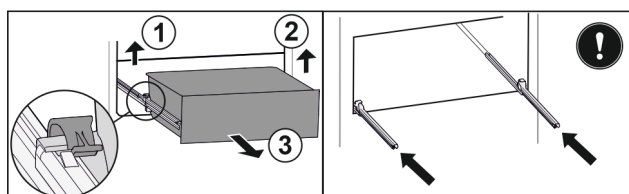

Fig. 134
- Linke Klemme anheben und gleichzeitig Schubfach links nach vorne ziehen. Fig. 134 (1)
- Rechte Klemme anheben und gleichzeitig Schubfach rechts nach vorne ziehen. Fig. 134 (2)
- Schubfach nach vorne entnehmen. Fig. 134 (3)